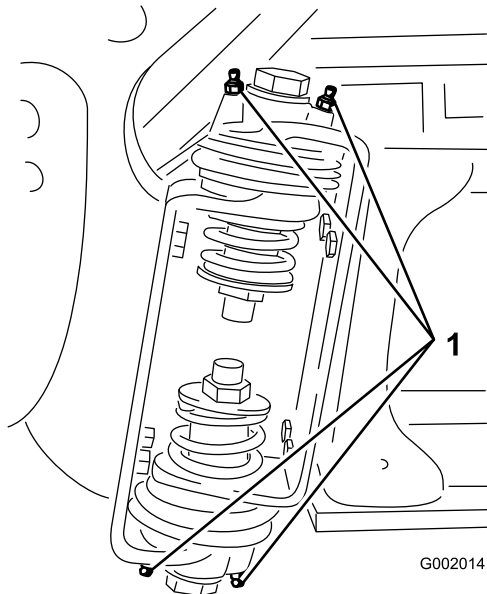

Figura 86
2. Pompei lubrifiant în rulment sau bucă la nivelul fiecărui fitting **Figura 86**.